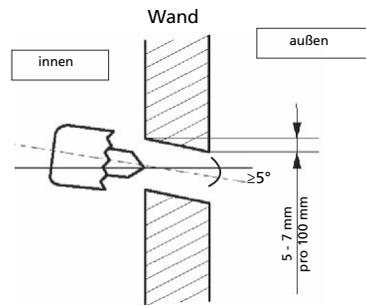

Fig. 5
1. Bestimmen Sie anhand der Zeichnung in Abbildung 5 die Lochpositionen und bohren Sie ein ① Loch (≥ 85 mm für SC30xx / ≥ 65 mm für S 30xx) tief in die Wand, wobei das gebohrte Loch leicht zur Außenseite hin schräg verläuft. Dadurch wird verhindert, dass Wasser in den Innenbereich gelangt.